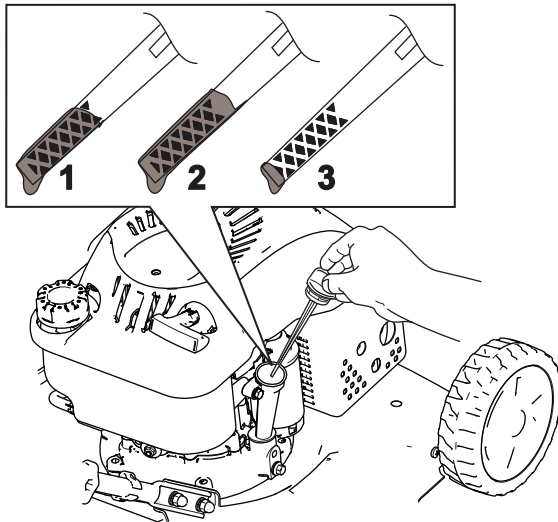

Figure 11
2. Tournez le bouchon dans le sens antihoraire et sortez la jauge (Figure 11).
5. Relevez le niveau d'huile indiqué sur la jauge (Figure 11).